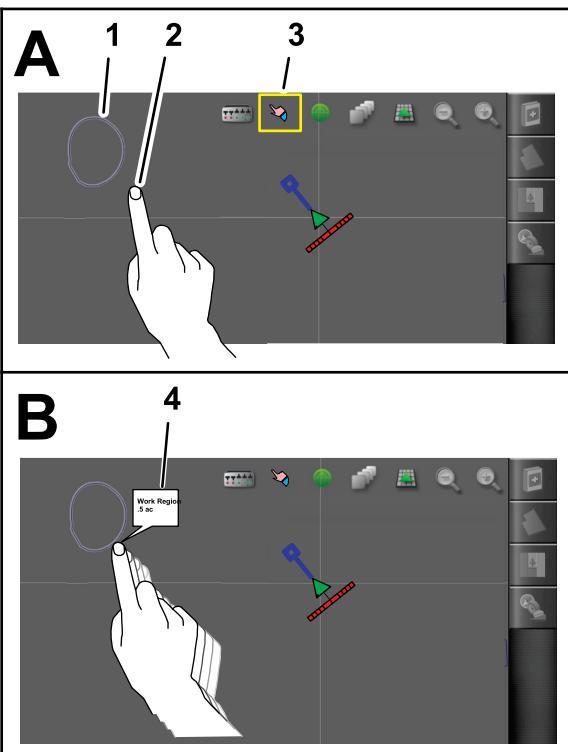

图 56
- 创建边界后用手指按边界线旁边的控制台屏幕直到“边界选择”图标亮起然后将手指滑到边界线图 56。